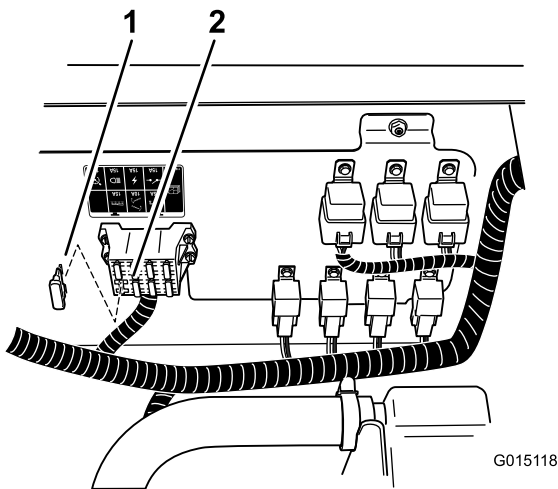

Bild 29
6. Setzen Sie eine Sicherung (10 A) in den Sicherungsblock ein (Bild 29).